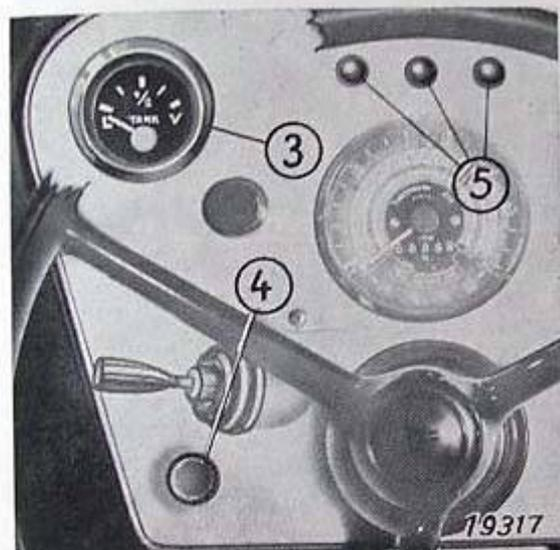

Bild 11
Die Funktion des Blinklichtes wird durch 3 rote Leuchten ⑤ – Bild 11 – angezeigt.